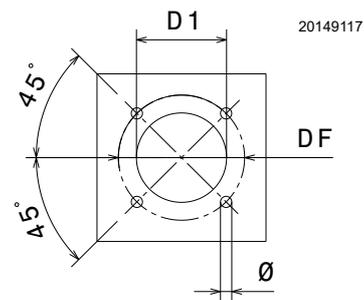

Fig. 15
Percer la plaque de fermeture de la chambre de combustion comme indiqué dans la Fig. 15. La position des trous filetés peut être tracée en utilisant l'écran thermique fourni avec le brûleur.
- Introduire tout le brûleur sur le trou de la chaudière, précédemment prédisposé, (Fig. 15 à la page 21), et le fixer avec les vis fournies de série.